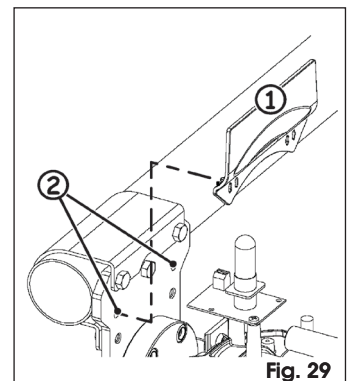

Fig. 29
- Coloque el cárter trasero del plato porta-barra, Fig. 29 ref. ①, enganchándolo en los dos orificios libres del plato, Fig. 29 ref. ②.